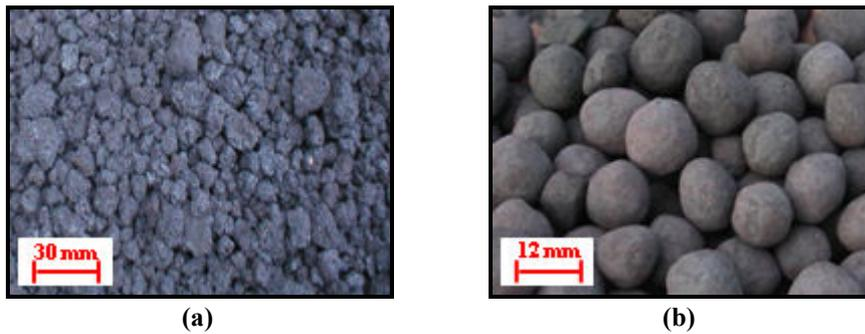

Figura 3 – (a) Sínter; (b) Pelota (Disponível em: <www.vale.com>. Acesso em 15 dez. 2011)
*Sinter feed* e *pellet feed* geralmente não são utilizados diretamente nos fornos de redução devido a sua granulometria. Estes materiais passam por processos de aglomeração, chamados sinterização e pelotização, gerando respectivamente sínter (Figura 3-a) e pelota (Figura 3-b). Os bolos de sínter tem estrutura irregular e muito porosa, e medem cerca de alguns centímetros. As pelotas são aproximadamente esféricas, com diâmetro de cerca de 12 mm, como no caso da Vale. Isto proporciona a utilização destes finos de minério, que antes eram considerados rejeitos (Takehara, 2004).